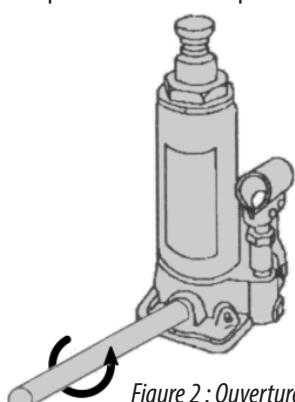

Figure 2 : Ouverture de la soupape de décharge
- Ouvrez la soupape de décharge en insérant la partie du milieu du levier à pompe sur la manette de la soupape de décharge et tournez-la lentement (maximum une rotation) dans le sens inverse des aiguilles d'une montre (fig. 2). Lorsque le véhicule est complètement descendu, abaissez la colerette de levage vers le bas et refermez la soupape de décharge.